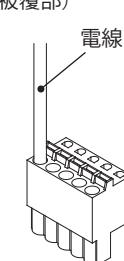

図6
- 3. リリースボタンを押し込んだ状態で電線挿入穴に電線を奥まで挿入してください。(図 6)